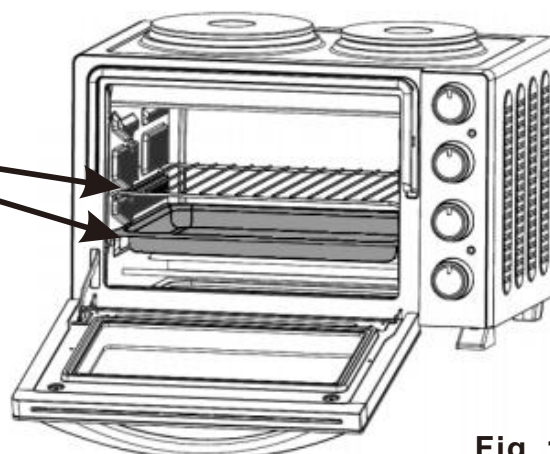

Fig. 1
- Unde se montează tava de copt și grătarul – Fig. 1
Glisați grila și/sau tava de copt pe suporturile grilei (Fig. 1)